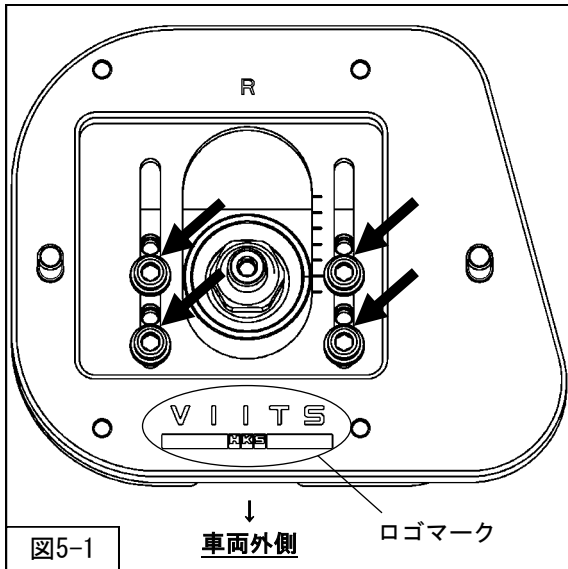

図5-1
2. キャンバー調整ボルト（4ヶ所）をゆるめてください。（図5-1 矢印部分）